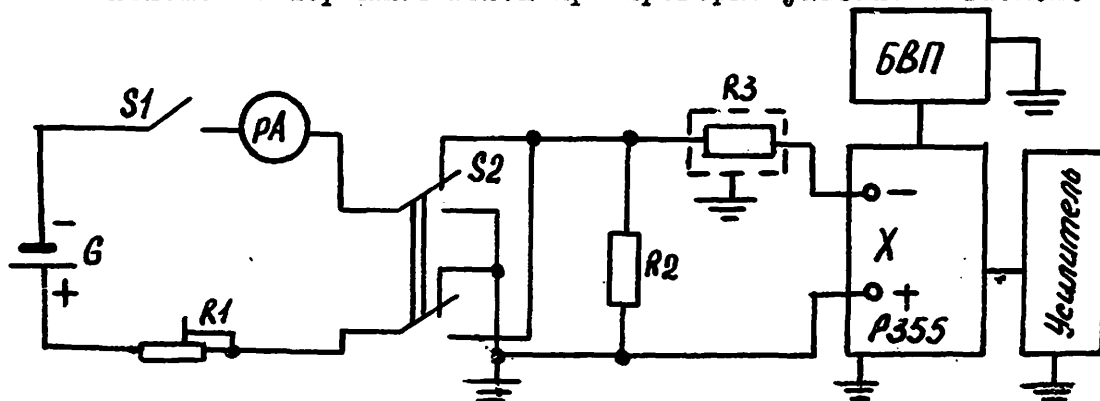

Рис.6. Схема поверки автокомпенсатора:
5.4.2. Определение основной погрешности АК должно производиться по схеме, приведенной на рис.6.
- схему (см. рис. 6) поместить на заземленный металлический лист или в заземленный металлический ящик;
- заземлить точку схемы согласно рис. 6;